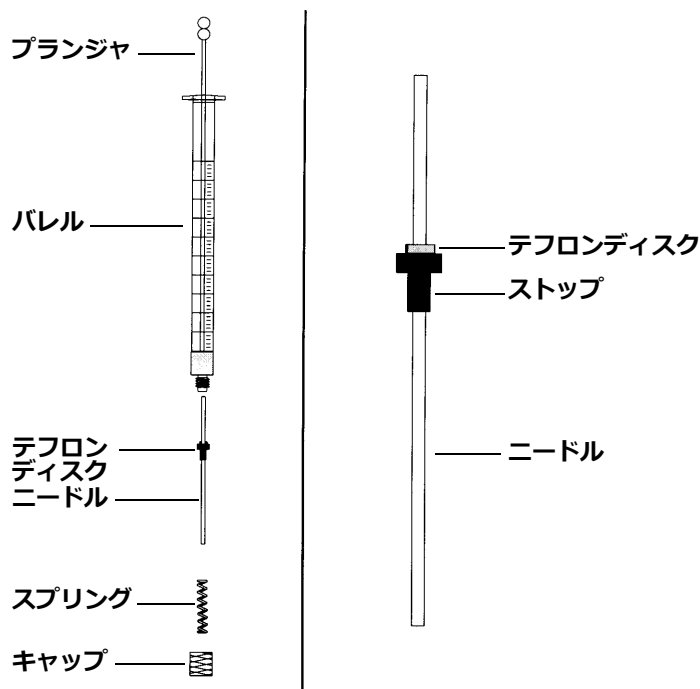

図 43 シリンジの部品
ニードルをシリンジバレルに挿入するには (図 43) :
- 2 ニードルにテフロンディスク (図 43) があることを確認します。シリンジバレルにテフロンディスクがない場合は、シリンジボックス内の説明書に従って、ニードルを自分でラップします。